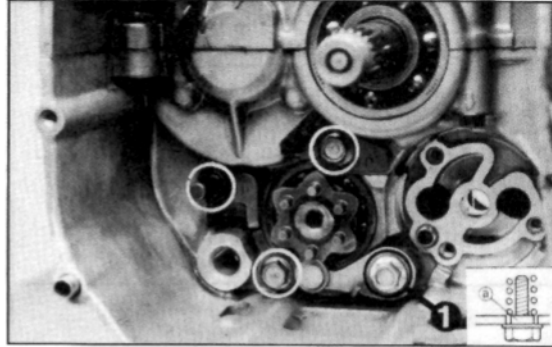

Bild 195
- Schaltwalzen-Anschlaghebel abnehmen. Siehe Bild 195.
he Bild 195, Nr. 1. Feder an Hebel und an Gehäuseanguss einhängen.